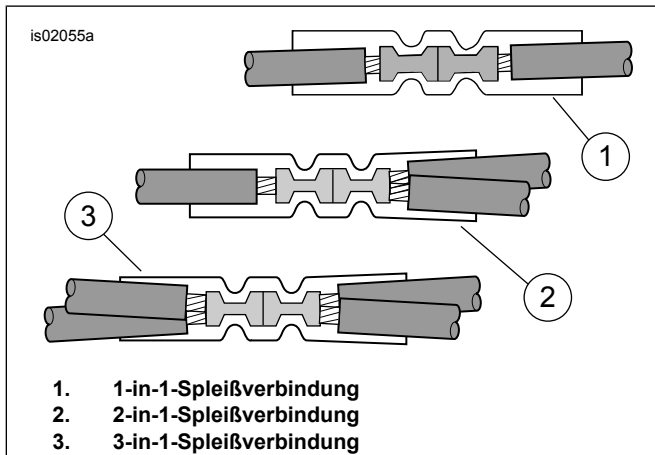

Abbildung 4. Spleißanordnungen
4. Siehe Abbildung 12. Einen blauen versiegelten Stoßverbinder (13) aus dem Satz nehmen. Siehe Abbildung 4, die 2-in-1-Spleißanordnung. Das Stromkabel des Satellitenempfänger-Kabelbaums gemäß den Anweisungen im Anhang des Werkstatthandbuchs mit den orange/weißen Kabeln des Hauptkabelbaums verspleißen.
6. Siehe Abbildung 12. Den roten versiegelten Stoßverbinder (12) aus dem Satz nehmen. Siehe Abbildung 4, die 1-in-1-Spleißanordnung. Das Stromkabel des Satellitenempfänger-Kabelbaums gemäß den Anweisungen im Anhang des Werkstatthandbuchs mit dem Adapterkabel verspleißen.
3. Siehe Abbildung 12. Den blauen versiegelten Stoßverbinder (13) aus dem Satz nehmen. Siehe Abbildung 4, die 2-in-1-Spleißanordnung. Das Stromkabel des Satellitenempfänger-Kabelbaums gemäß den Anweisungen im Anhang des Werkstatthandbuchs mit den zugeschnittenen orange/weißen Kabeln verspleißen.
3. Siehe Abbildung 12. Den blauen versiegelten Stoßverbinder (13) aus dem Satz nehmen. Siehe Abbildung 4, die 2-in-1-Spleißanordnung. Das Stromkabel des Satellitenempfänger-Kabelbaums gemäß den Anweisungen im Anhang des Werkstatthandbuchs mit den orange/weißen Kabeln des Hauptkabelbaums verspleißen.
- Die 2-A-Sicherung (14) aus dem Satz in den Sicherungshohlraum 1A-1B (Abbildung 4) einsetzen, um den Stromkreis zu schließen.